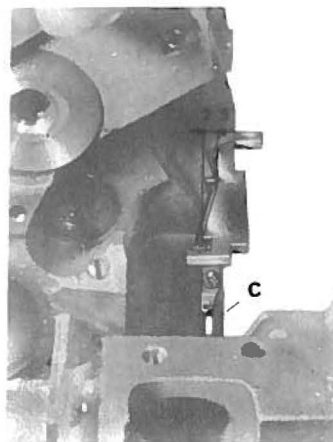

fig. 5
- appoggiare il calibro S.1821.00 sul piano fresato della base come fig. 5, spostare la leva C e ruotare il crochet (precedentemente soltanto fermato nella sua sede e non bloccato) in maniera di realizzarne la corretta inclinazione;
- la verifica dell'esatta posizione corrisponde alla quota indicata in fig. 5;